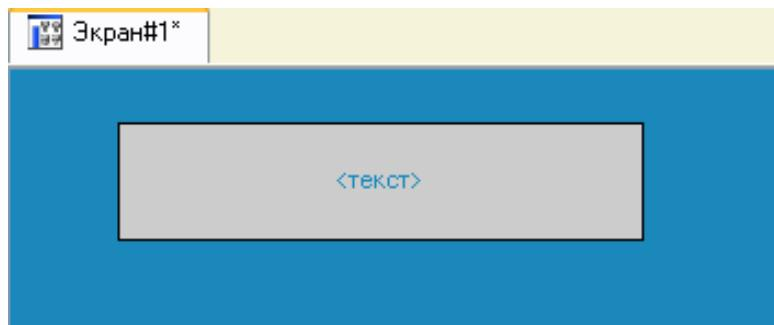

Рис. 2.5
- зафіксуємо ЛК вибраний ГЕ (рис. 2.5);